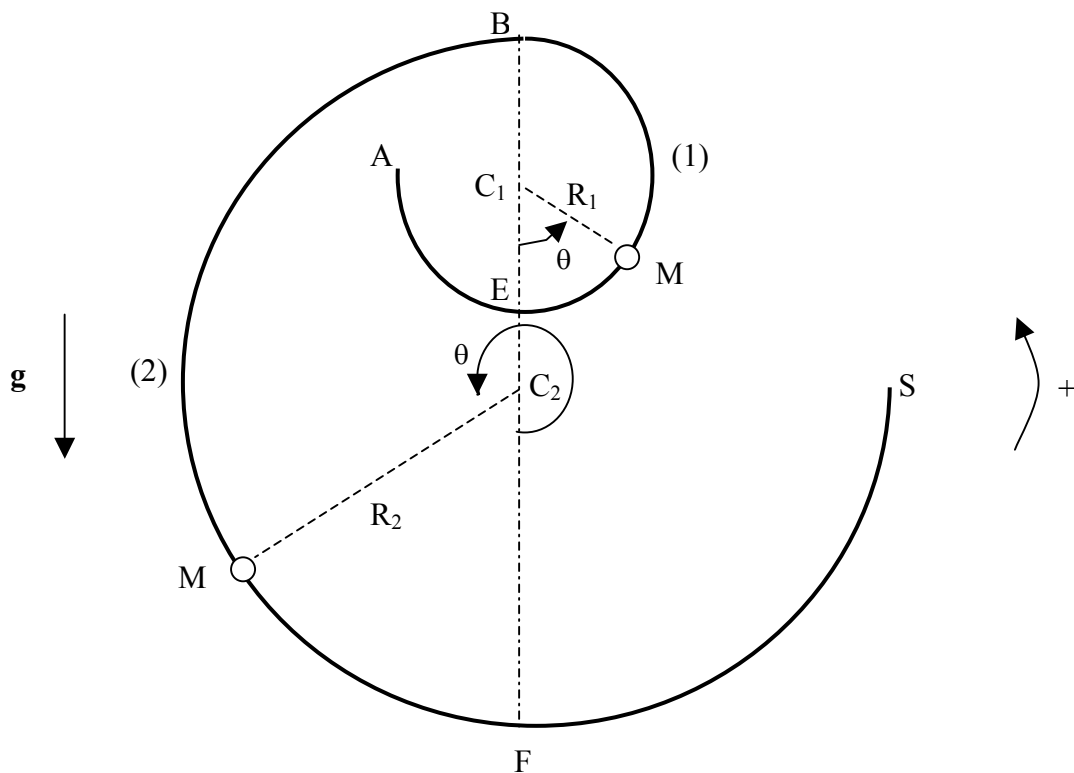

Figure 3
On considère le dispositif de la figure 3, où un anneau assimilable à un point matériel M de masse m se déplace solidairement à une piste fixe formée de deux parties circulaires (1) et (2) de rayon R_1 et R_2 , de centre C_1 et C_2 , dans un plan vertical. On supposera $R_2 > R_1$.